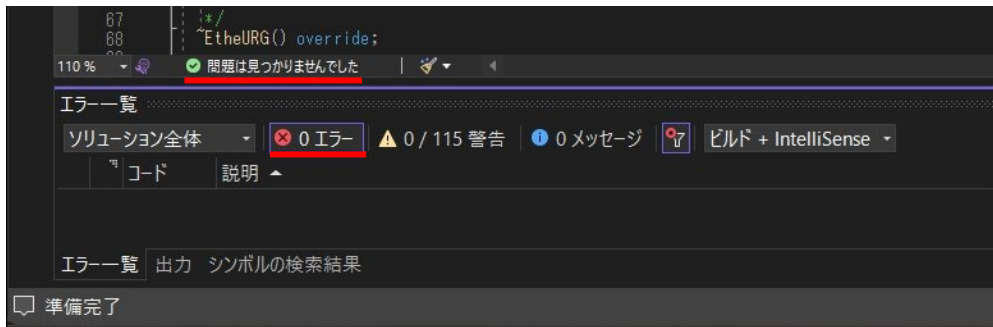
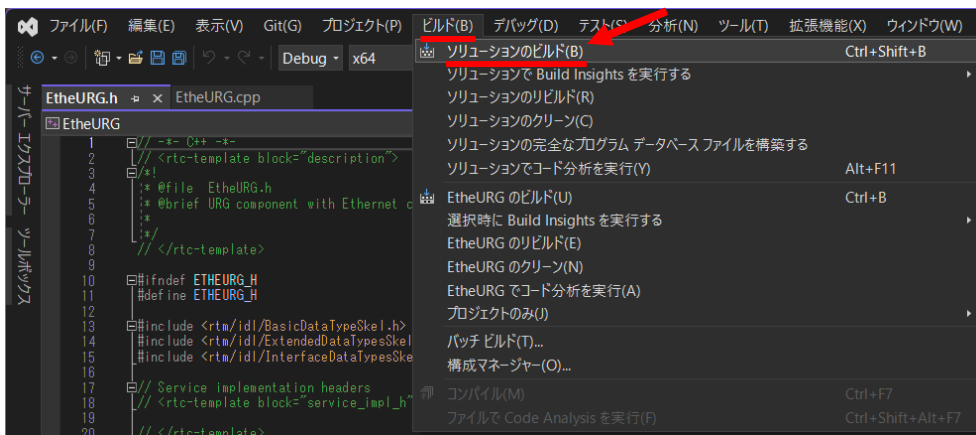

図 22 画面下部のエラー一覧にエラーが表示されていない状態
図 23 [メニューバー]の[ビルド]の中にある[ソリューションのビルド]
- ② 図 22 のように Visual Studio の画面下部のエラー一覧にエラーが表示されていないことを確認し, 図 23 のように[メニューバー]の[ビルド]の中にある[ソリューションのビルド]をクリックする。